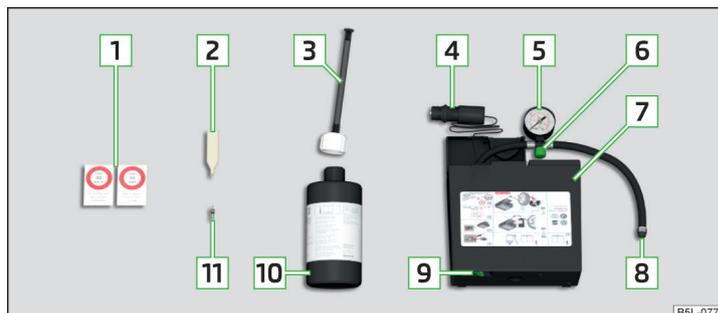

Fig. 124 Schéma du principe : Composants du kit de dépannage
Composants du kit » fig. 124
- Collez l'autocollant **1** » **fig. 124 à la page 132** correspondant sur le tableau de bord dans le champ de vision du conducteur.
- Secouez énergiquement le flacon de produit de colmatage des pneus **10** » **fig. 124 à la page 132** pendant quelques secondes.
- Vissez fermement le flexible de gonflage des pneus **8** » **fig. 124 à la page 132** du gonfleur sur la valve du pneu.